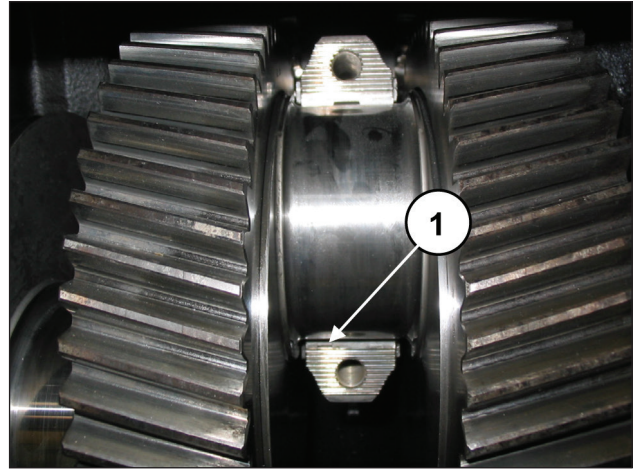

图 82
! 为正确安装版轴承，应确保半轴承的基准平键定位在半连杆的专用底座中 (①，图 82)。